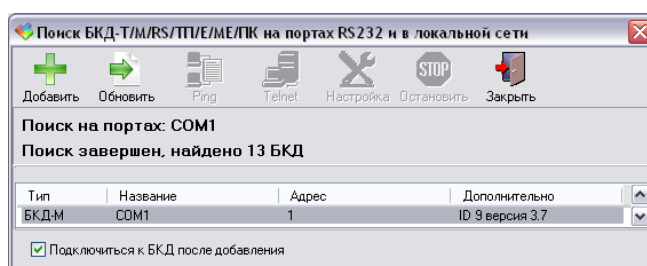

Рисунок 9 - Найден адаптер БКД-М
4) В программе RASOS выполнить поиск адресных устройств в интерфейсе связи: команда «Поиск БКД» в меню «БКД». Откроется окно с найденным адаптором БКД-М (рисунок 9). Выбрать адаптер, подключенный к соответствующему COM-порту компьютера и нажать на кнопку «Добавить».